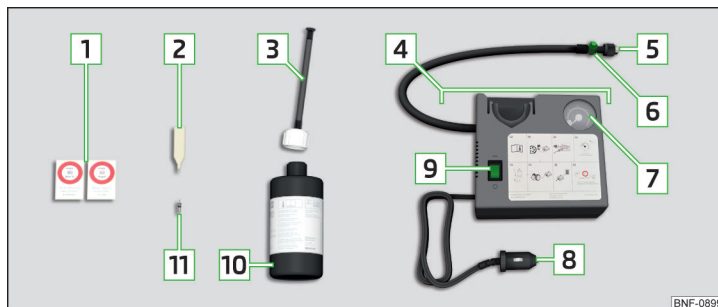

Fig. 266 Descrierea setului de pană
- ▶ Aplicați cheia de ventile  » **fig. 266 la pagina 230** pe inserția ventilului, astfel încât aceasta să se potrivească în fanta cheii.
- ▶ Înșurubați bine furtunul de umplere  » **fig. 266 la pagina 230** pe ventil.